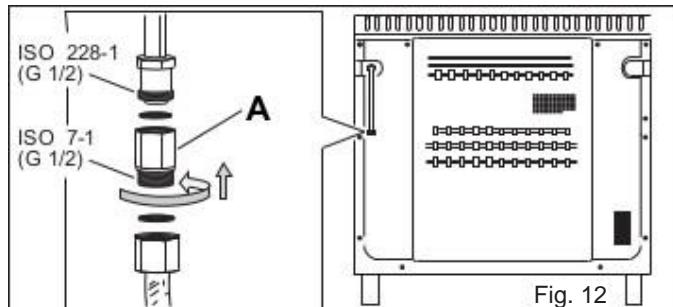

Fig. 12
- 2) mediante tubo flessibile in acciaio inossidabile a parete continua con attacco meccanico conforme alle norme UNI-CIG 9891 (massima lunghezza del tubo esteso 2.000 mm). Il tubo deve essere collegato alla rampa interponendo il raccordo (A) in dotazione (vedi fig. 12).